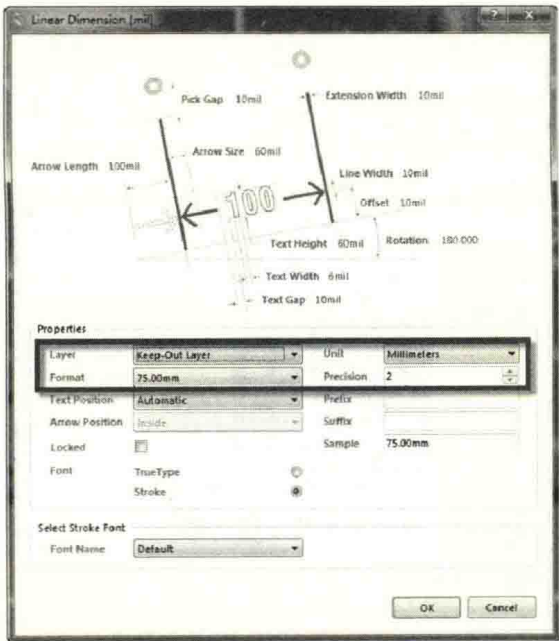

图 10-16 尺寸标注显示设置
(2) 在放置状态下按“Tab”键，可以设置相关的显示参数，如图 10-16 所示。对于显示参数的设置，一般设置常用的即可。